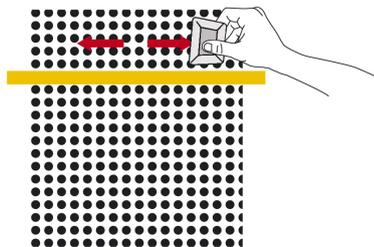

Figure 04
- ▶ Appliquer le film avec la raclette du centre vers les bords. (FIG. 04)